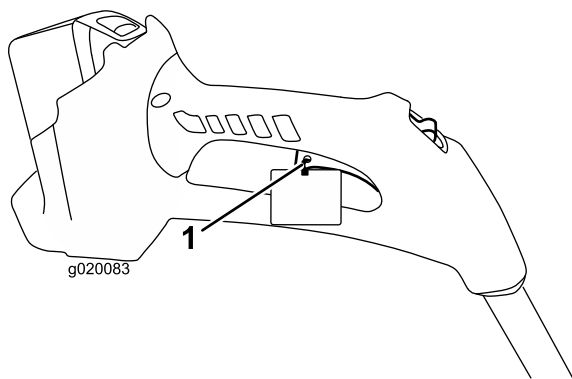

Figure 3
- Coupez le serre-câble et enlevez-la de la poignée d’actionnement (Figure 3).